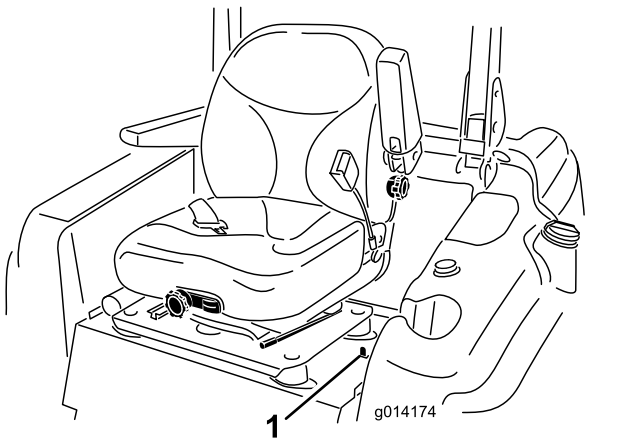

Bild 15
1. Bewegen Sie den Hebel auf der linken Seite des Sitzes nach hinten, um den Sitz zu entriegeln, und ziehen Sie den Sitz oben nach vorne (Bild 15).